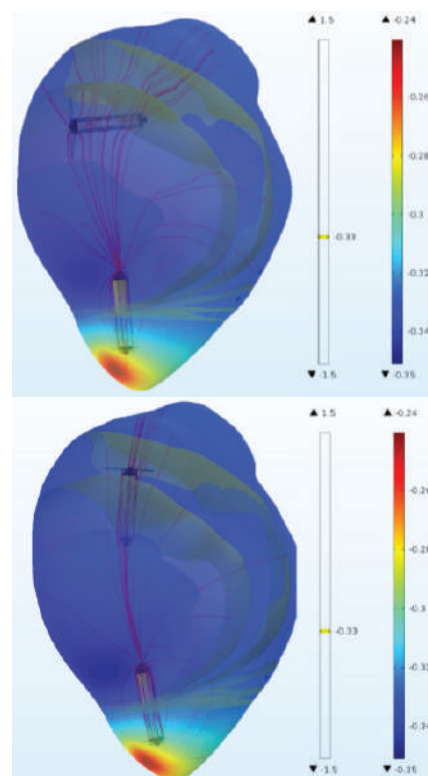
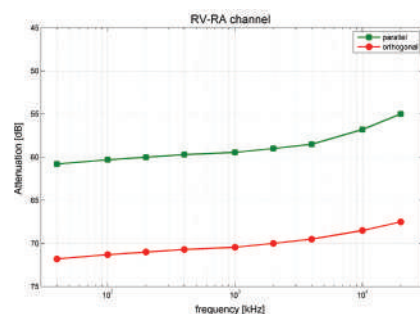

図4 最悪のケース (左) と最良のケース (右) の RA カプセルの位置。
図5 両シナリオの心腔内チャンネルの減衰レベル。
カプセルは2つの異なる向きで調査し、いずれもチャネル距離は9 cmでした。シミュレーションは、COMSOL Multiphysics® のアドオン製品である AC/DC モジュールの電流インターフェースを用いた準静力学的アプローチで行い、40 kHz から20 MHz の周波数範囲でチャネルの減衰を計算しました。図4の結果は、ワーストケースシナリオ (垂直) とベストケースシナリオ (平行) の右心房 (RA) カプセルの位置を示しています。ベストケースのシナリオでは、受信ダイポールにかかる差動電圧が高くなっています。両シナリオの減衰レベルを図5